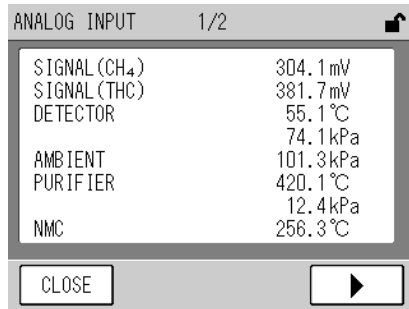

Fig. 58 ANALOG INPUT Fenster
- [ANALOG INPUT]: Zeigt das Fenster ANALOG INPUT (Fig. 58 auf Seite 48).